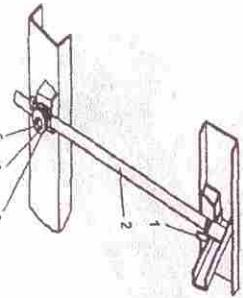

Рисунок 16 – Стойка предохранительная
3.4.3. Стойка предохранительная (рис. 16) предназначена для удержания порожней платформы в полнятом положении при проведении работ по техническому обслуживанию (осмотр узлов без снятия).